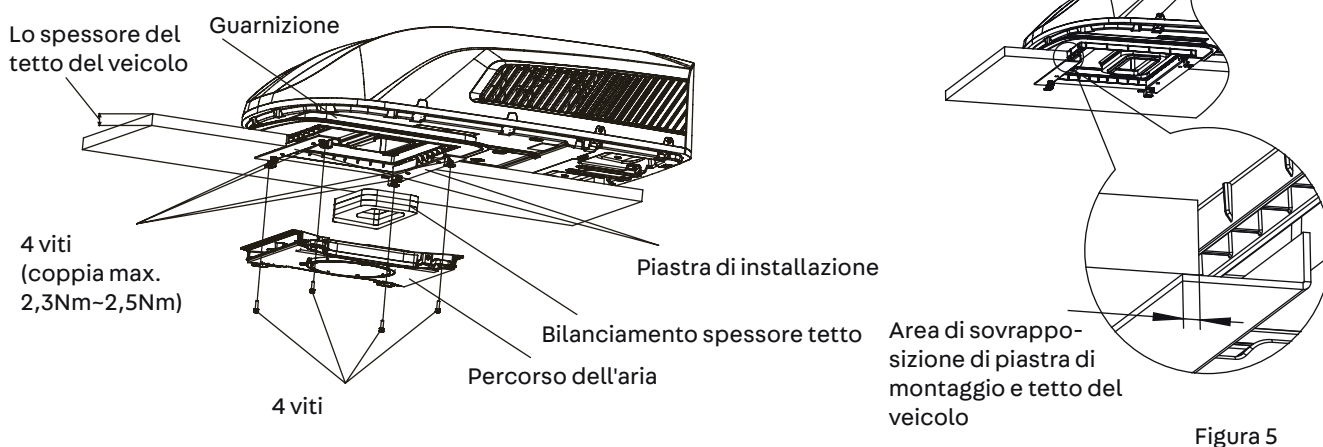

Figura 5
3. In seguito posizionare l'unità esterna sul tetto del veicolo e allinearla con le aperture sul tetto del veicolo. Utilizzare 2 gruppi di piastre di montaggio e 4 viti per montare l'unità esterna. Per montare il sottogruppo piastra di montaggio, allineare i fori per queste 4 viti lunghe con i 4 fori sull'adattatore, quindi sovrapporre le linee rette superiori del bordo inferiore delle due piastre di montaggio sul lato inferiore del tetto del veicolo. (vedere figura 5).